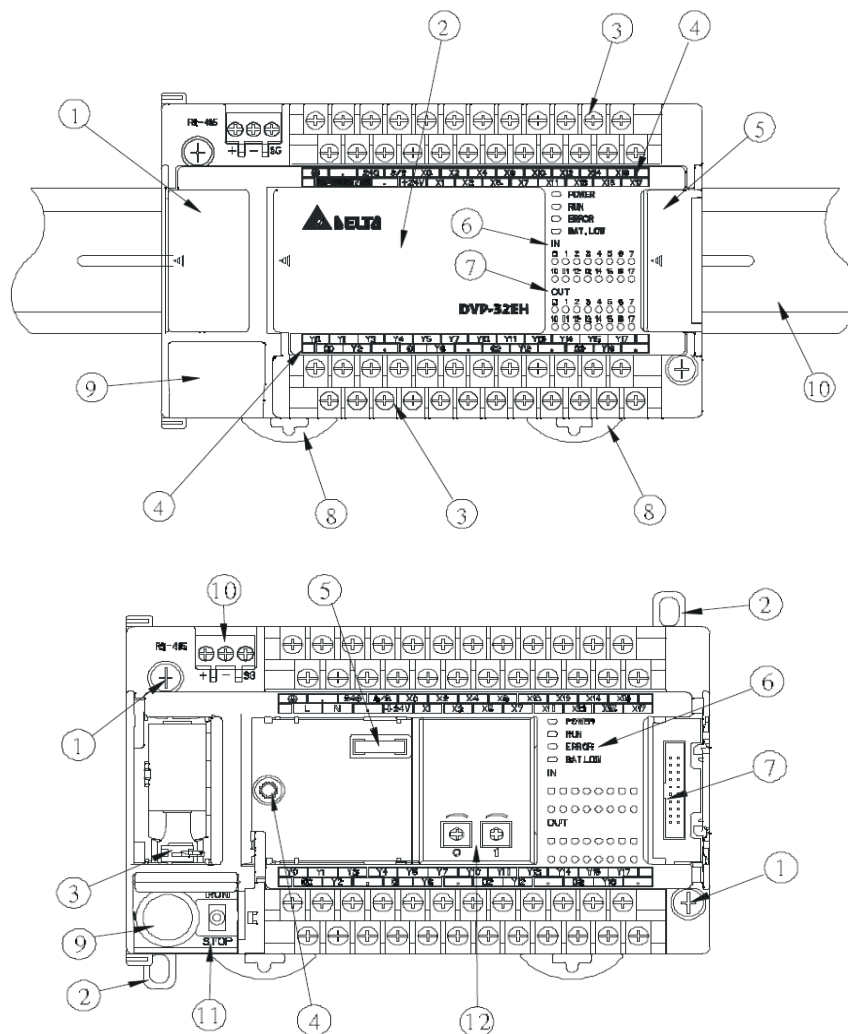

Рис. 10-10 Замена внутренней батареи контроллера
- Замена внутренней батареи контроллера: откройте батарейный отсек ① на передней стороне контроллера, извлеките разъем батареи ③, как показано на Рис. 10-10, и замените батарею.